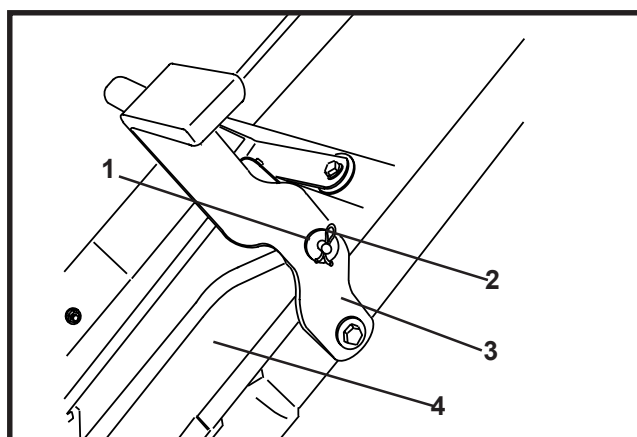

FIGURE 3
7. Fixez la tige de commande des freins au levier de frein à main sur la barre du guidon supérieure. Voir la Figure 3.